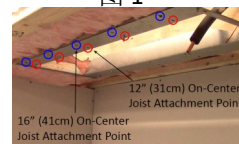

图 2
- 在天花板上切开一个切口，中央托梁间距为16"时，切口尺寸为41"（长）x 14.5"（宽），中央托梁间距为12"时，尺寸为41"（长）x 10.5"（宽）（见图2）。